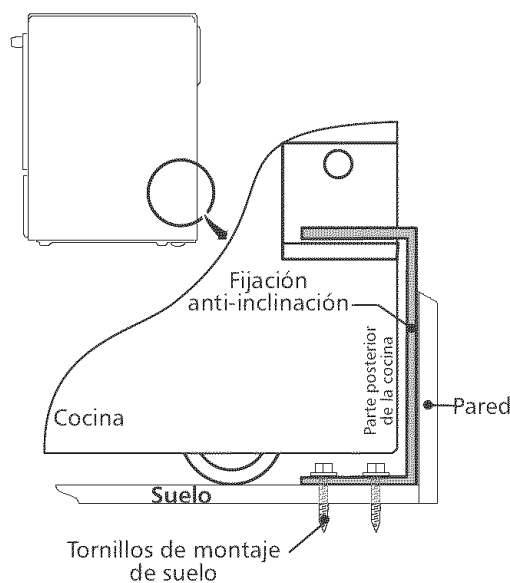

Figura 18
4. Retire el modelo y ubique la abrazadera en el suelo. Alinee los orificios en la abrazadera con las marcas en el suelo y ajuste con los cuatro tornillos provistos. La abrazadera debe quedar fijada al suelo (Figura 18) sólido. Si se fija al suelo concreto, primero haga orificios pilotos de un diámetro de 3/16" (0,48 cm), utilizando una barrena para concreto.